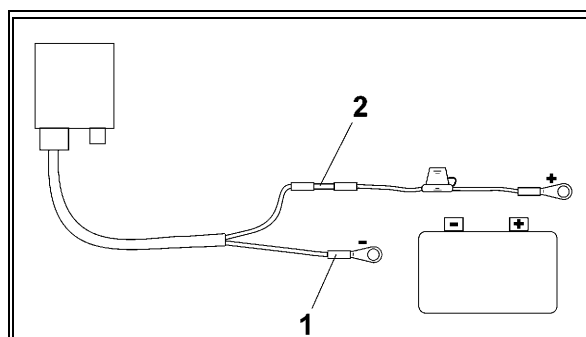

Fig. 4
- Introducir el conductor azul (masa) en un terminal anular suelto (Fig. 4/1).
- Introducir el conductor marrón (+ 12 Volt) en el extremo libre del conector de junta (Fig. 4/2).
- Contraer el conector de junta (Fig. 4/2) con una fuente de calor (encendedor o aire caliente) hasta que salga el pegamento.